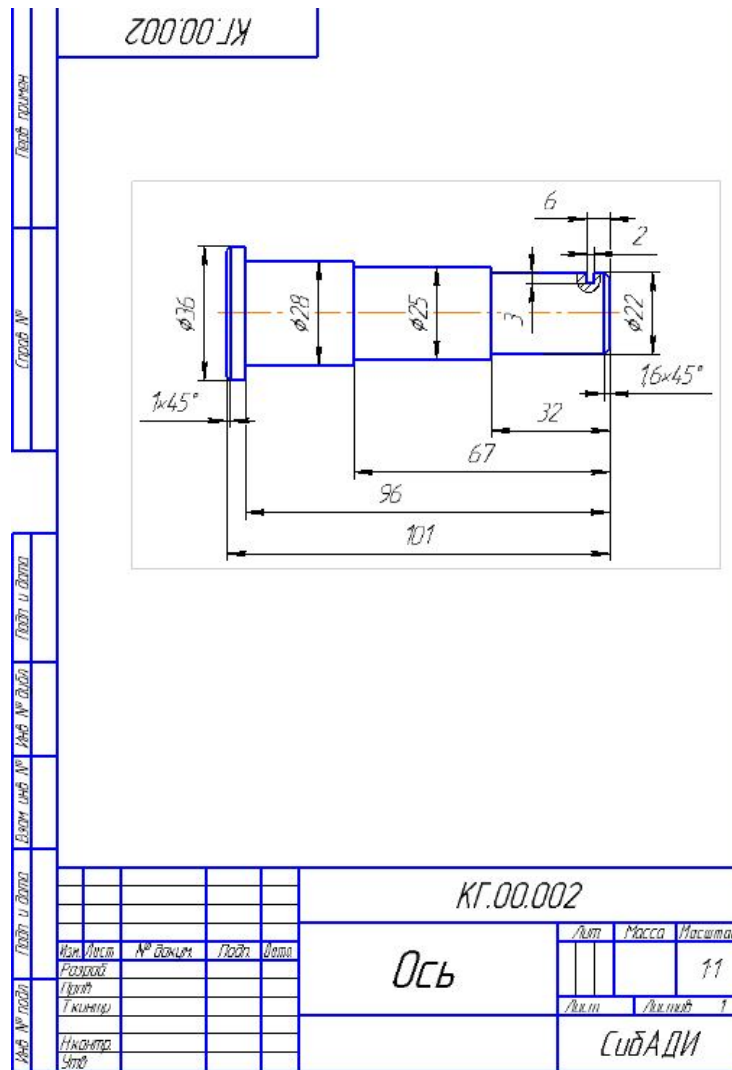

Рис. 4.6. Рабочий чертеж детали «Ось»
- Откройте чертеж детали «Ось», который находится в папке «... \Рабочие чертежи\Ось _ КГ.00.002» (рис. 4.6).